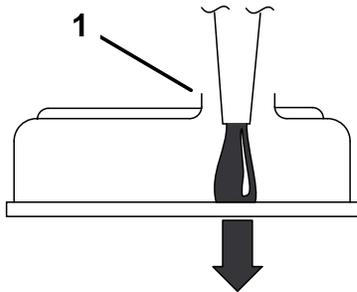

Figura 54
**Importante:** Añada el aceite muy lentamente y no obstruya el orificio de llenado (Figura 54). Si añade aceite demasiado de prisa u obstruye el orificio, el aceite podría quedar retenido y obstruir las entradas de aire, causando daños al motor.